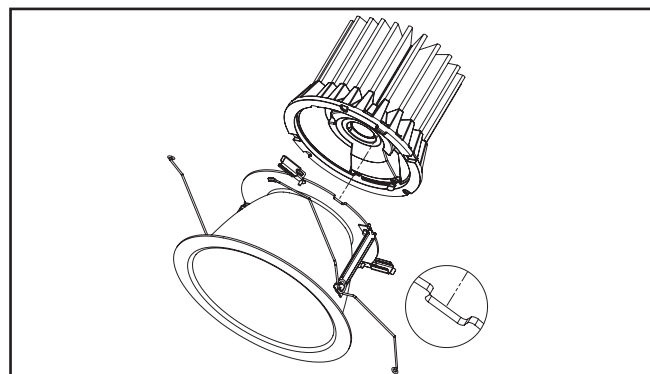

Figura 8.
6. Inserte el motor LED en la unidad de la moldura. Alinee el poste en el motor LED con la ranura de la unidad de la moldura (Figura 8) **Nota:** Los módulos de formación de haces con óptica no están homologados para ubicaciones húmedas, ya que la lente debe retirarse de la moldura.